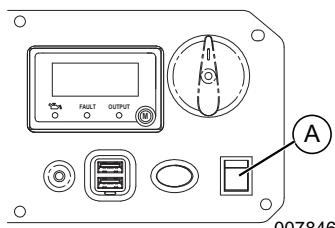

Figure 3-4. Commutateur « Arrêt/ON/START »
- Enfoncez le commutateur « Arrêt/ON/START » sur la position « START », et maintenez-le dans cette position à la main. Voir **Figure 3-4** (A). Relâchez le commutateur dès que le moteur démarre.